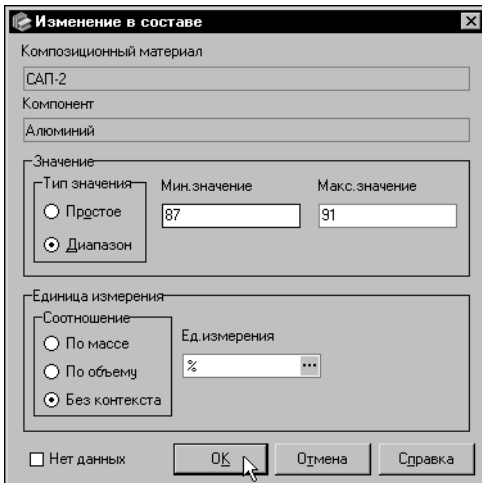

Рис. 6.89. Диалог **Изменение в составе**
12. Чтобы завершить задание содержания компонента в составе композиционного материала, нажмите кнопку **ОК** (рис. 6.89).